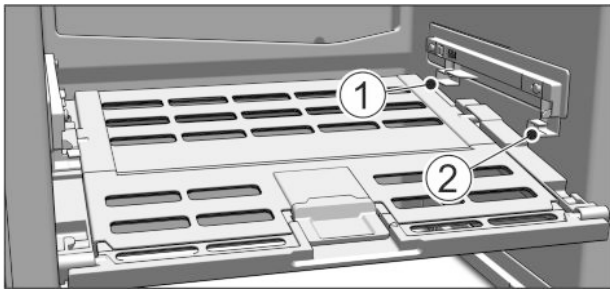

Fig. 16
- ▶ Вставляння кришки відділення Fruit & Vegetable-Safe: вставити поперечні ребра кришки знизу у задній тримач Fig. 16 (1) і зафіксувати спереду у тримачі Fig. 16 (2).